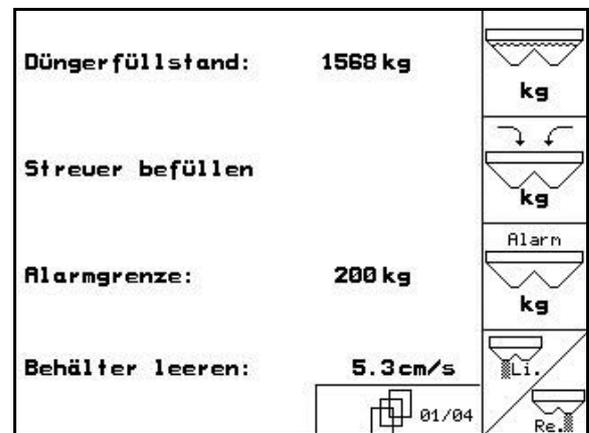

図 50
- 機械データメニューのページ 1  (図 50)
-  補充した肥料量を確定します (図 50)。